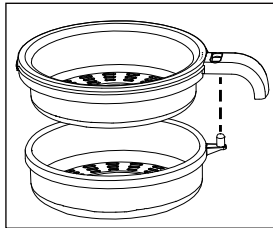

Fig. 1
- ◆ Monte el filtro **4**/**5**. Coloque ambas piezas la una sobre la otra de forma que el interruptor de selección **6** sobresalga a través del orificio de la parte superior **4** (Fig. 1). Presione ambas piezas hasta que encastran.